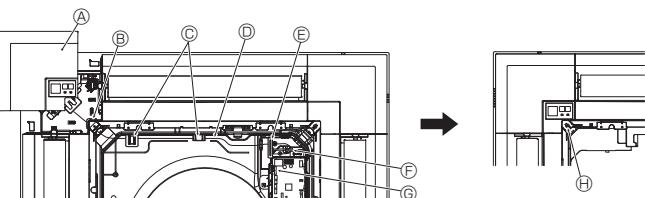

Rys. 9-7
- Po dokręceniu wkrętu należy sprawdzić, czy dwa zaczepy kratki (Rys. 9-7) są zablokowane na zaczepach urządzenia głównego.